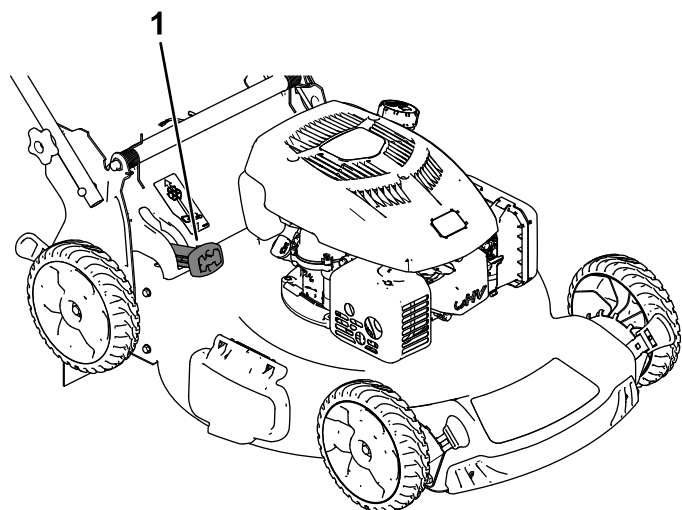

Figura 24
- **Para ensacar los recortes de hierba y hojas**, presione el botón de la palanca de ensacado a demanda y mueva la palanca hacia delante hasta que salte el botón de la palanca (Figura 24).